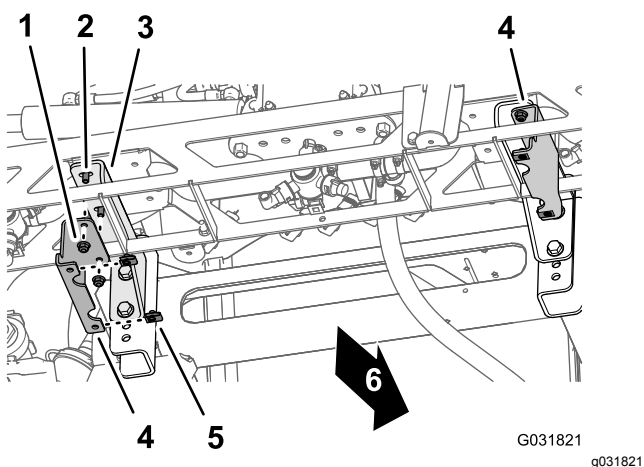

Figura 41
3. Retire as 2 porcas de bloqueio flangeadas (3/8 pol.) que prendem o suporte da cobertura esquerdo ao suporte esquerdo para a seção da rampa central e retire o suporte da cobertura (Figura 41).
4. Enrosque as 2 porcas de bloqueio de cabeça flangeada (3/8 pol.) nos parafusos de cabeça flangeada (3/8 x 1 pol.) do suporte esquerdo para a seção da rampa central (Figura 41) e aperte o parafuso e a porca com um binário de 37 a 45 N·m.
5. Repita os passos 3 e 4 para o suporte da cobertura e para o suporte da seção da rampa central no lado direito da seção da rampa central (Figura 41).
6. Retire as porcas de clipe dos suportes da cobertura esquerdo e direito (Figura 41).